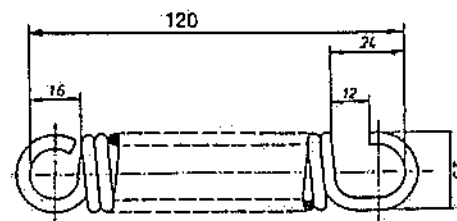

Fig.66
- Zugfedern Pos. 4 nach Fig. 66 prüfen, ob eine